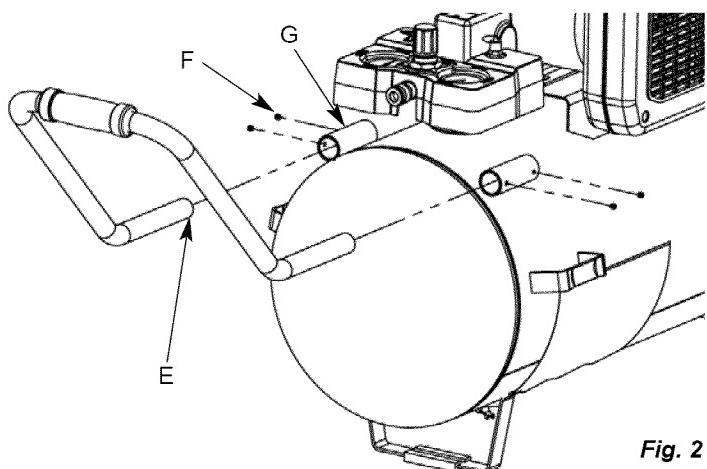

Fig. 2
3. Installez la poignée en détachant les vis de réglage (F) et puis le placement de la poignée finit (E) dans les parenthèses (G) de poignée et fixez avec les vis de réglage (F) (voir la fig. 2). Serrez vis utilisant une clé à six pans de la taille 3mm (non incluse).